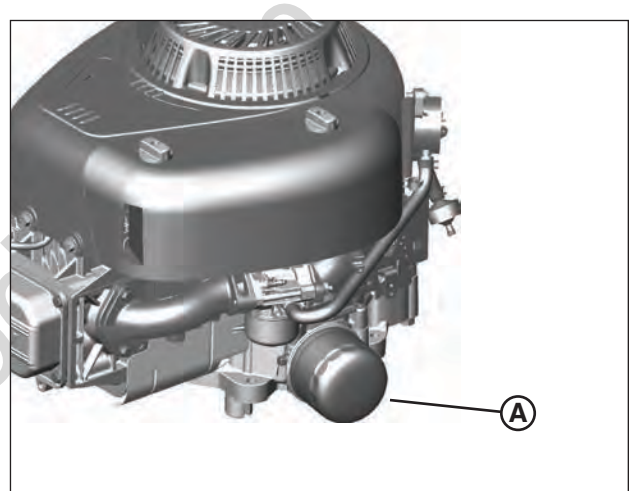

Figure 23: Filtre à huile
2. Retirer le filtre à huile (A, Figure 23) et le jeter de manière appropriée.